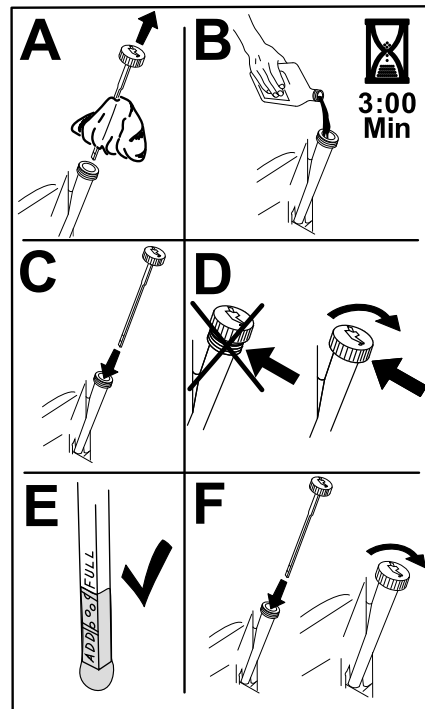

Figura 42
6. Vierta lentamente un 80% aproximadamente del aceite especificado por el tubo de llenado, luego añada lentamente el resto del aceite hasta que llegue a la marca Lleno (Figura 42).